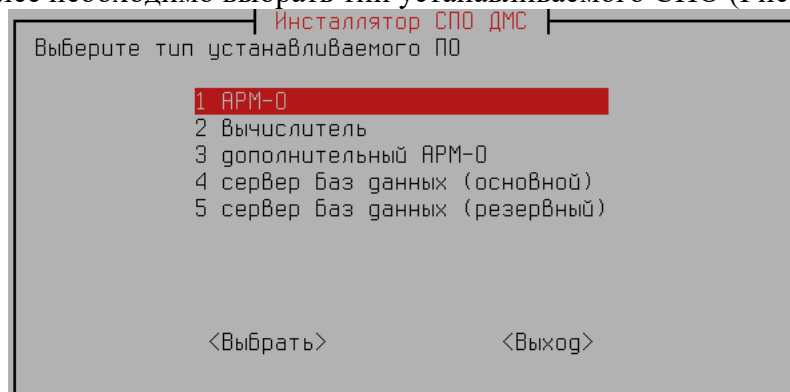

Рисунок 6 — Выбор типа устанавливаемого СПО
2) Далее необходимо выбрать тип устанавливаемого СПО (Рисунок 6):